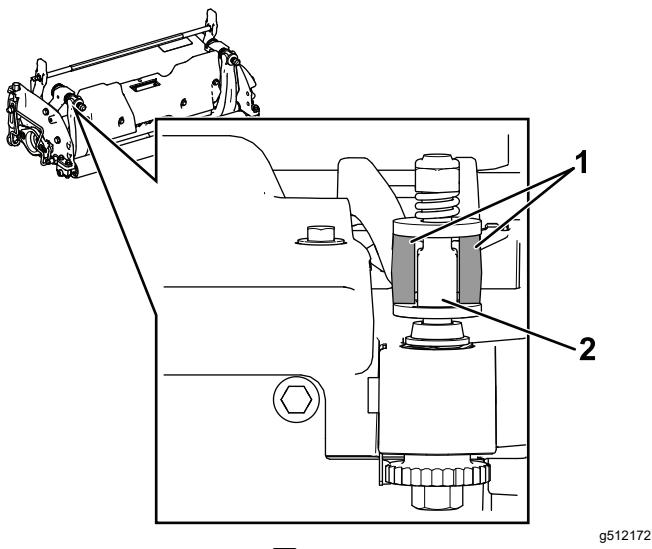

図 37
**重要** 図 37に示すように、DPAアジャスターをベッドバーの耳の中央に配置する。